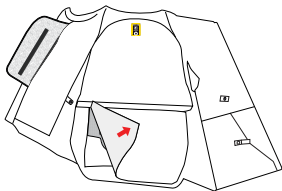

Abbildung 11
1. Öffnen Sie die Öffnung im Innenteil der Weste durch Öffnen des Reißverschlusses und der Klettverschlüsse (Abbildung 11).